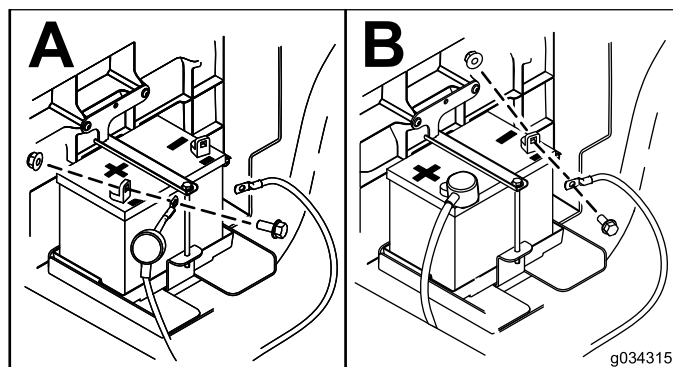

Figura 50
- Ligue a bateria como se mostra na Figura 50.